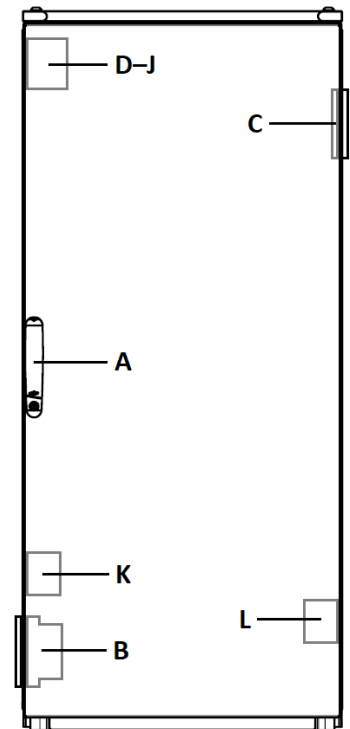
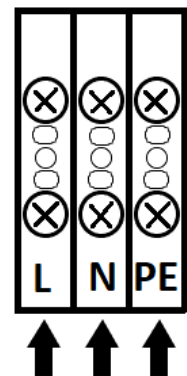

Abbildung 2.1 Baugruppen des Schrankes
Abbildung 3.5 Anschluss der Stromversorgung.
Abbildung 2.1 zeigt die wichtigsten Baugruppen des Schrankes, die außen und innen angebracht sind.
1. Das Erdungskabel des Schrankes ist an eine **beliebige freie Klemme** der Erdungsschiene („J“ in Abbildung 2.1) anzuschließen.
2. Das dreiadrige Stromkabel ist an die Stromversorgung („D“ in Abbildung 2.1) an den in Abbildung 3.5 dargestellten Stellen anzuschließen.